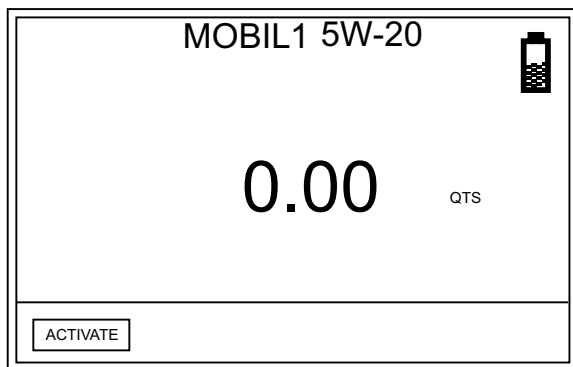

ABB. 30
2. Die Ansicht „Manuelle Abgabe“ erscheint (ABB. 30). Drücken Sie die EINGABE-Taste in der Mitte des Zähler-Tastenfelds, um AKTIVIEREN auszuwählen. Am Zähler ertönt ein lautes Klickgeräusch, das darauf hinweist, dass dieser zur Fluidabgabe bereit ist